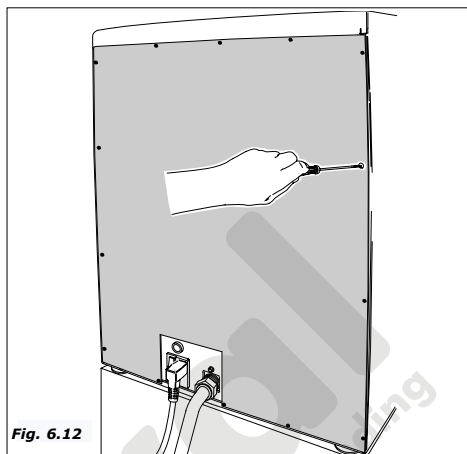

Fig. 6.12
- Quitar la protección posterior para acceder a la caldera (Fig. 6.12).